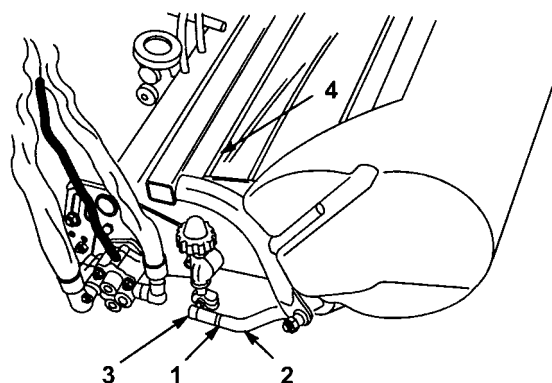

図 11
6. 集草箱をプルフレームに取り付ける：プルアームのジャムナットをゆるめ、ボールソケットを調整して集草箱のリップとリール刃の間に 6.4 ~ 12.7 mm とする (図 11)。
7. ソケットの開口部とボールスタッドの中心を合わせ、ジャムナットを締めてソケットを固定する (図 11)。